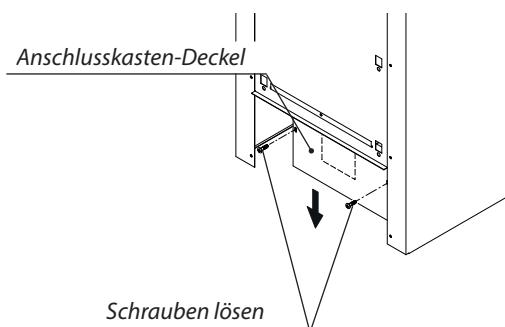

Abb. 6
- Rückseitigen Deckel des Anschlußkastens öffnen (2 Schrauben lösen) gemäß Abb. 6 und Deckel nach unten entnehmen.